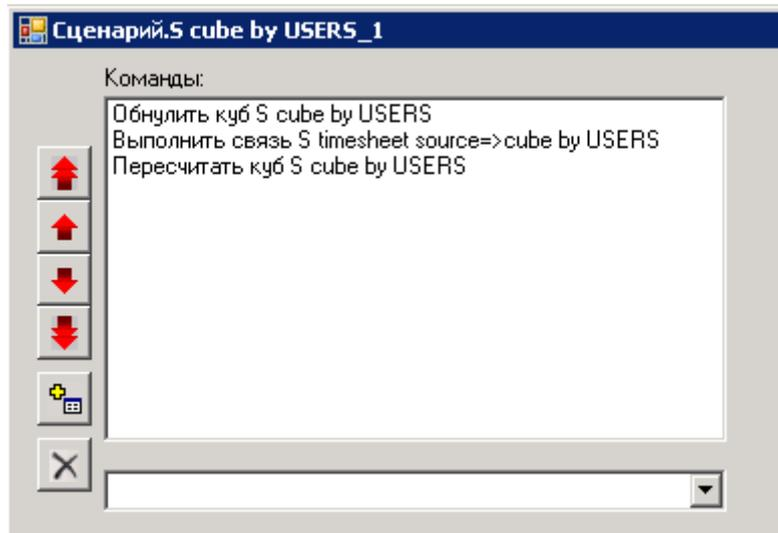

Рисунок 68
5) Создать макрос (сценарий), в котором будет выполняться созданная связь и другие действия с кубом. В данном примере макрос сначала обнуляет **отображаемый** куб, затем выполняет связь между **отчетным** и **отображаем** кубами, и пересчитывает **отображаемый** куб (рисунок 68).